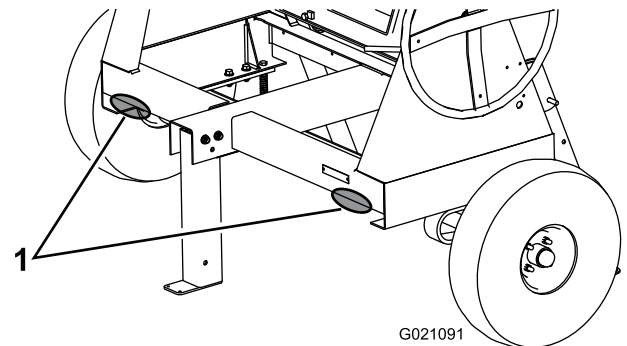

Figure 1
2. Placez des chandelles sous le longeron de cadre avant pour empêcher la machine de basculer en avant (Figure 1).